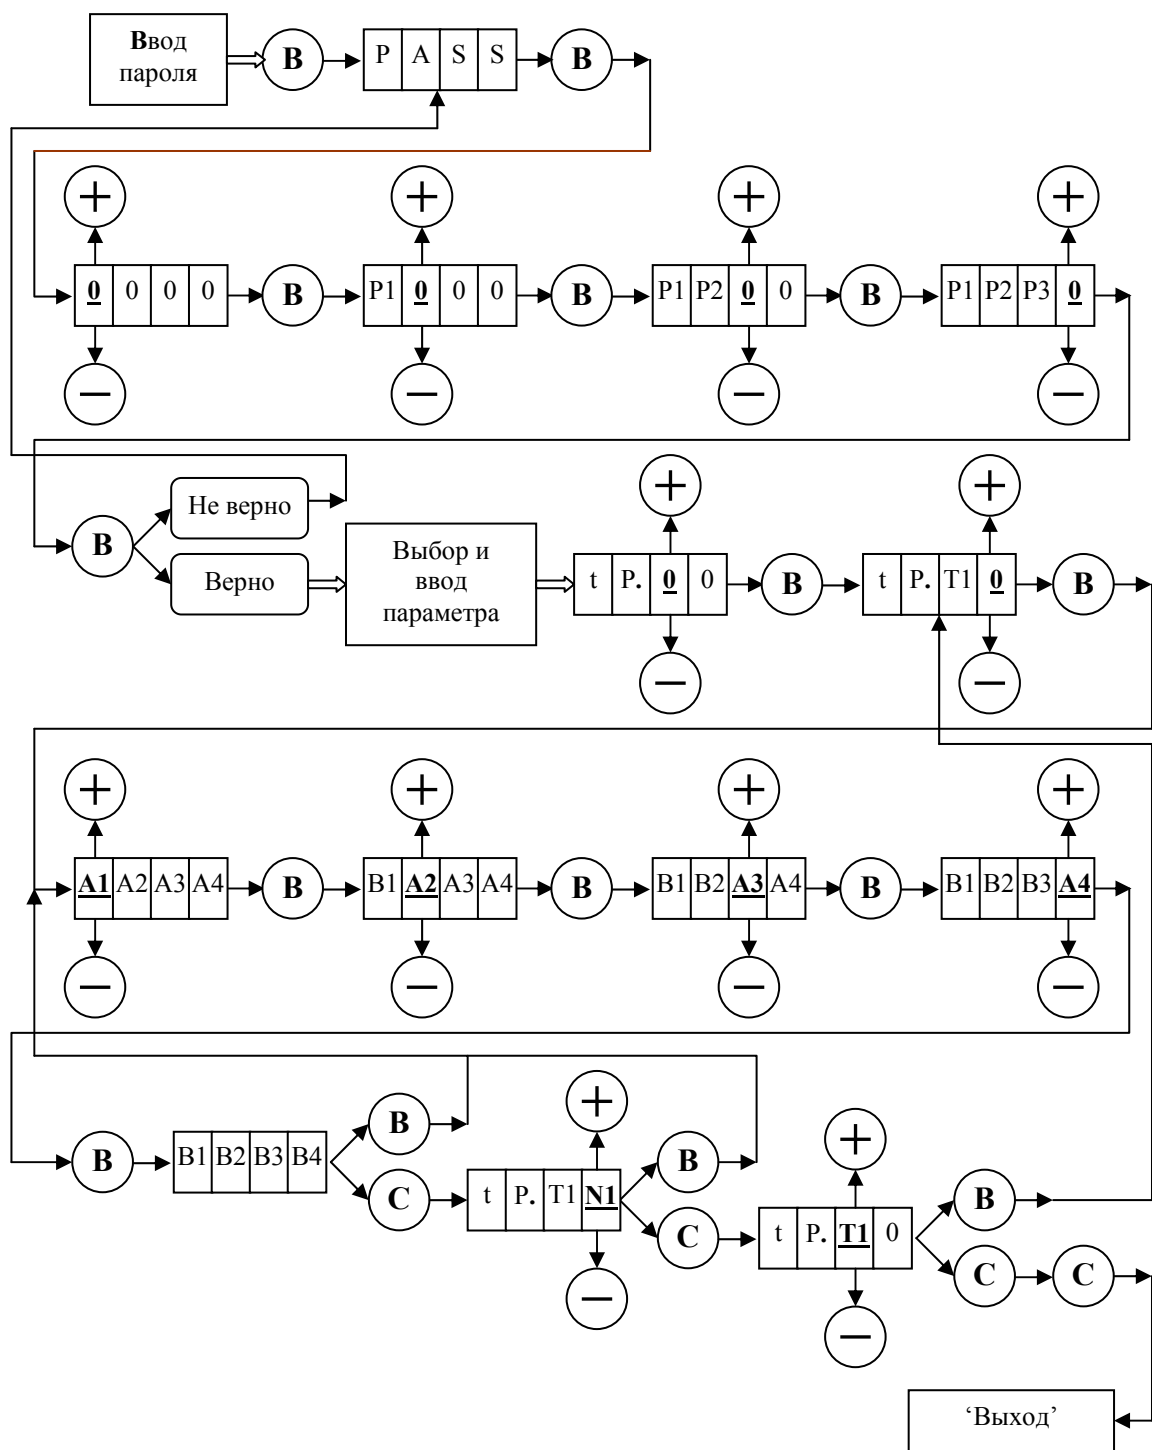

Рис. 8. Ввод параметров контроллера с помощью клавиатуры УСНА.
3.5.5.3. На **рис.8** изображена диаграмма ввода параметров с помощью клавиатуры, где кружки с соответствующими надписями обозначают кнопки клавиатуры, причем буква **В** обозначает **ВВОД**, а буква **С** – **СБРОС**.